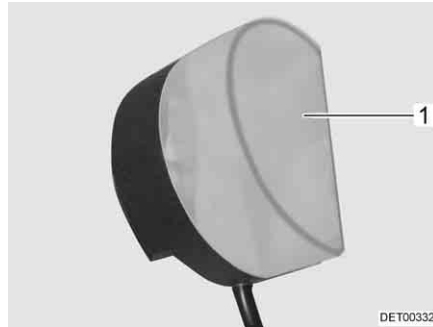

Fig. 241 Luci armadi guardaroba
- Comprimere leggermente e rimuovere la copertura della lampada (Fig. 241,1).